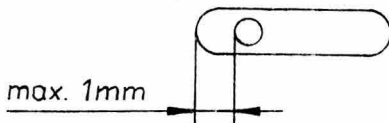

Ilustracion 5
3.1.3. La contratuercas de cantos al ajustar la varilla roscada del marcos del ejes de aguja debe ser suave. A travez de los giros del tornillo roscado, debe ajustarse la maquina de manera, que la aguja para una puntada, quede en al medio del hueco de puntada. (ver ilustracion 5 y Panel 1 Nr. 3)